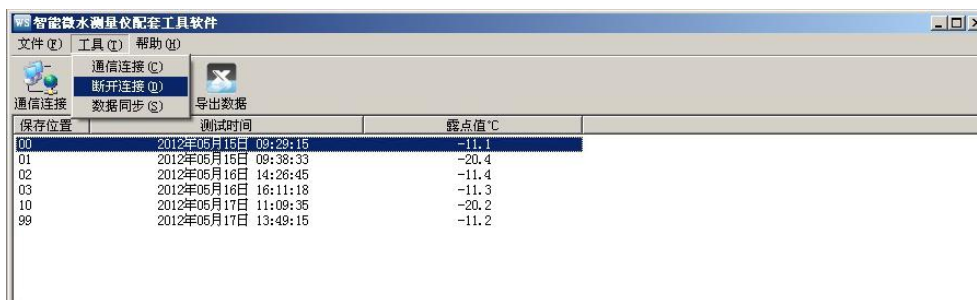

图 25 断开连接
(8)断开连接。点击工具—>断开连接，将计算机与仪器断开连接，如图 25 所示。